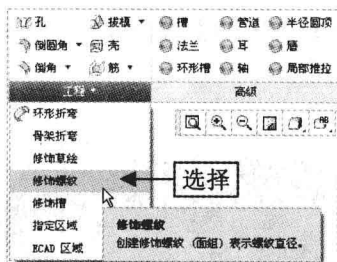

图 6-92 选择“修饰螺纹”选项
Step 02 在“功能区”选项板的“模型”选项卡中，单击“工程”面板中“工程”右侧的下拉按钮，在弹出的下拉列表中选择“修饰螺纹”选项，如图 6-92 所示。